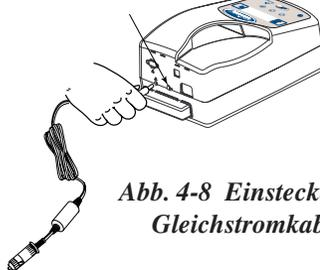

Abb. 4-8 Einstecken des Gleichstromkabels
- SCHRITT 1** Die Buchse am Gleichstromkabel in den Gleichstromanschluss am Gerät einstecken (siehe Abbildung 4-8).